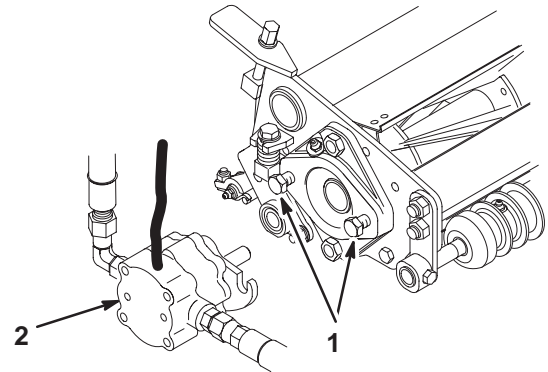

Bild 14
7. Bringen Sie die Befestigungs-Kopfschrauben an, mit denen die Spindeltriebsmotoren an jedem Mähwerk befestigt werden. Lassen Sie ungefähr 13 mm Gewinde an jeder Befestigungs-Kopfschraube sichtbar (Bild 14).
10. Fetten Sie die Keilwelle des Motors mit frischem Fett ein und bringen den Motor durch Drehen im Uhrzeigersinn an, so dass die Motorflansche von den Bolzen entfernt sind. Drehen Sie den Motor entgegen dem Uhrzeigersinn, bis die Flansche die Bolzen umhüllen. Ziehen Sie die Befestigungs-Kopfschrauben fest (Bild 14).